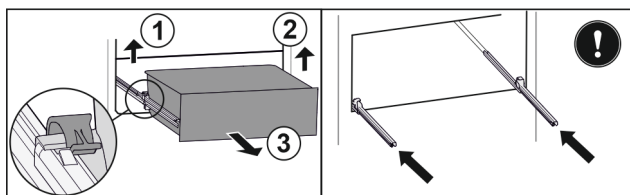

Fig. 80
- ▶ Nadvihnite ľavú svorku a súčasne ťahajte zásuvku vľavo dopredu. Fig. 80 (1)
- ▶ Nadvihnite pravú svorku a súčasne ťahajte zásuvku vpravo dopredu. Fig. 80 (2)
- ▶ Odoberte zásuvku dopredu. Fig. 80 (3)